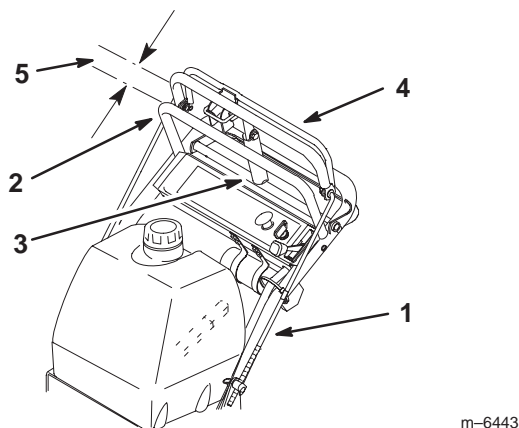

Figure 9
3. Vérifiez l'espace entre la barre de commande supérieure et la barre fixe quand la transmission aux roues est complètement embrayée. Il doit faire environ 25 à 32 mm (Fig. 9).